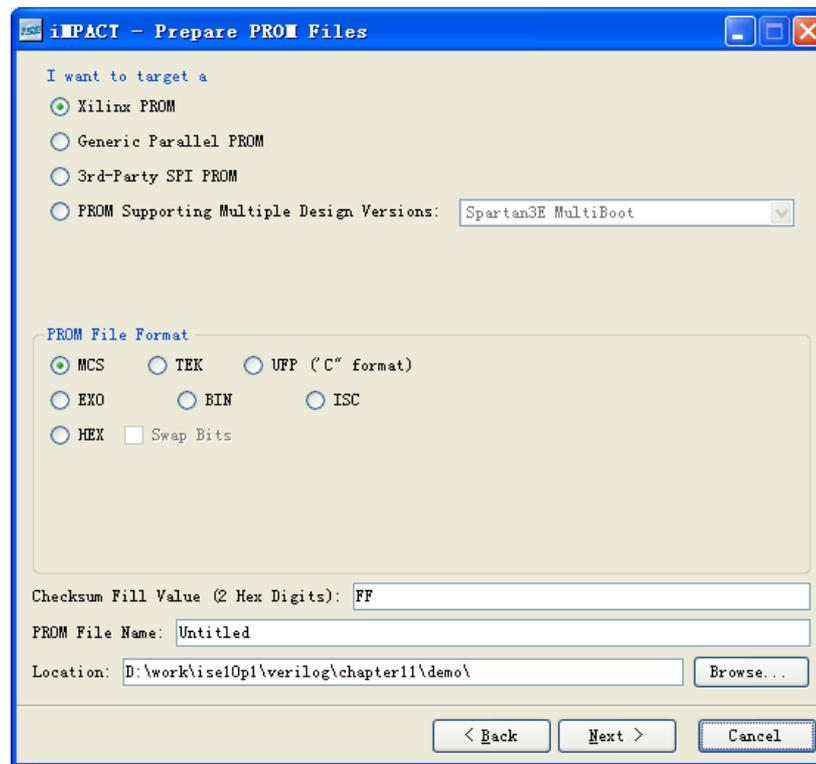

图39 选择PROM芯片的类型和文件格式
- (2) 单击“Next”按钮，进入PROM器件选择界面，如图39所示。下面以Xilinx PROM为例进行说明。